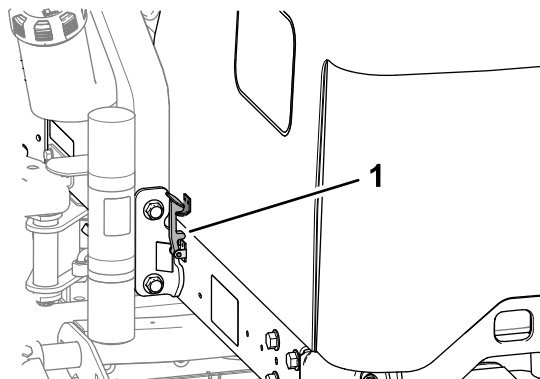

Figura 57
2. Ruotate il cofano in su e indietro (Figura 57).